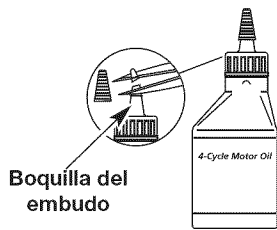

Fig. 2
Su unidad trae una botella de aceite SAE 30 SF, SG, SH de 90 ml (3,04 onzas fluidas) (Fig. 2).
1. Desenrosque la tapa de la botella de aceite y retire el sello de papel que cubre la apertura. Vuelva a colocar la tapa. Corte la punta de la boquilla del embudo (Fig. 2).